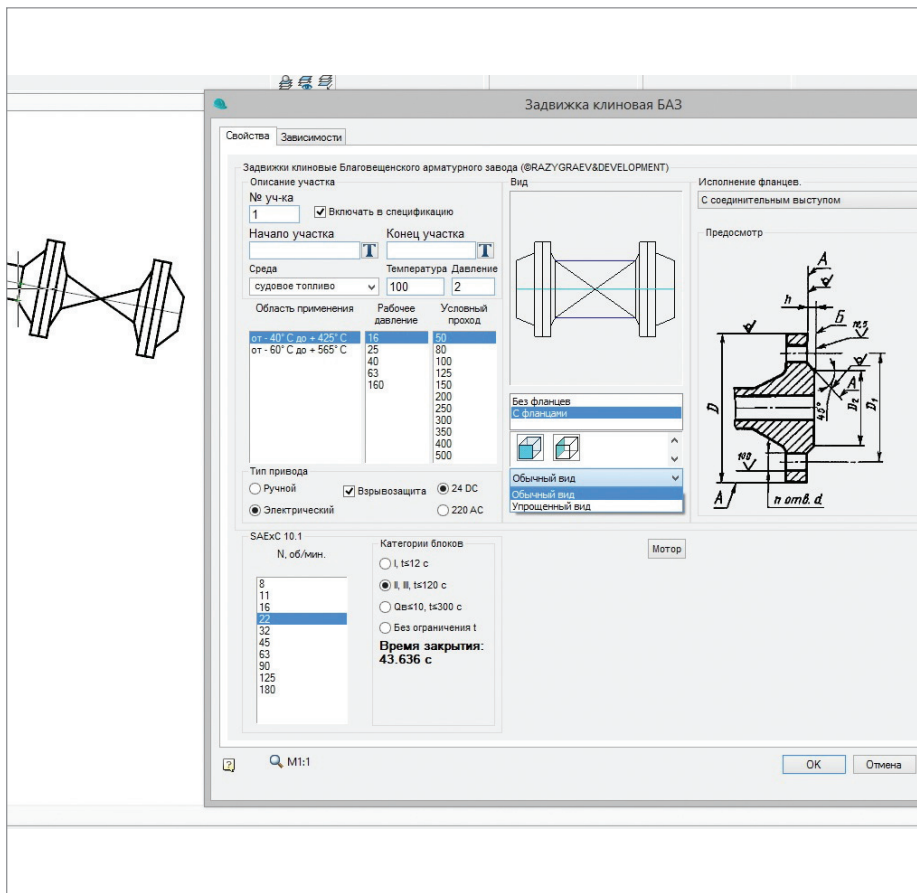

Рис. 3
■ несмотря на то что параметрические объекты двумерны, им, тем не менее, можно задавать геометрию в плоскости проекции (виды). Кроме того, можно определить исполнение на чертеже: упрощенное, полное, разрез и т.п. (рис. 3);